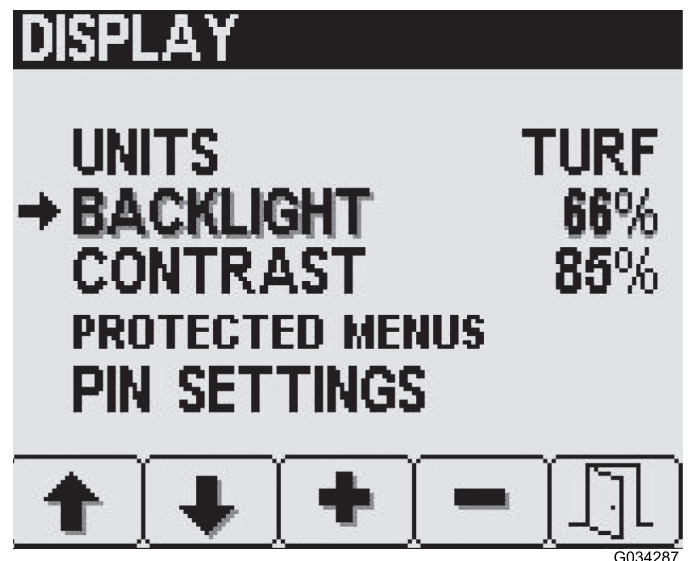

Bild 11
1. Drücken Sie Taste 2 auf dem Bildschirm „Display“, bis Sie „Backlight“ oder „Contrast“ erreichen (Bild 11).
2. Stellen Sie den gewünschten Wert mit den Tasten 3 und 4 ein (Bild 11).